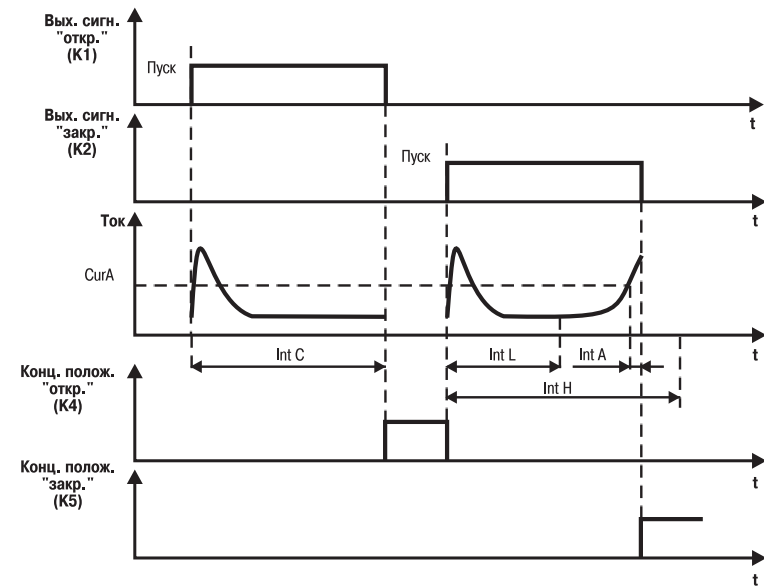

Рис. 6
3.2.11.1.2. При $\overline{PrES} = 1$ закрытое положение определяется так же, как и при $\overline{PrES} = 0$, а открытое – по истечении времени, заданного в программируемом параметре \overline{LnEL} (рис. 6).